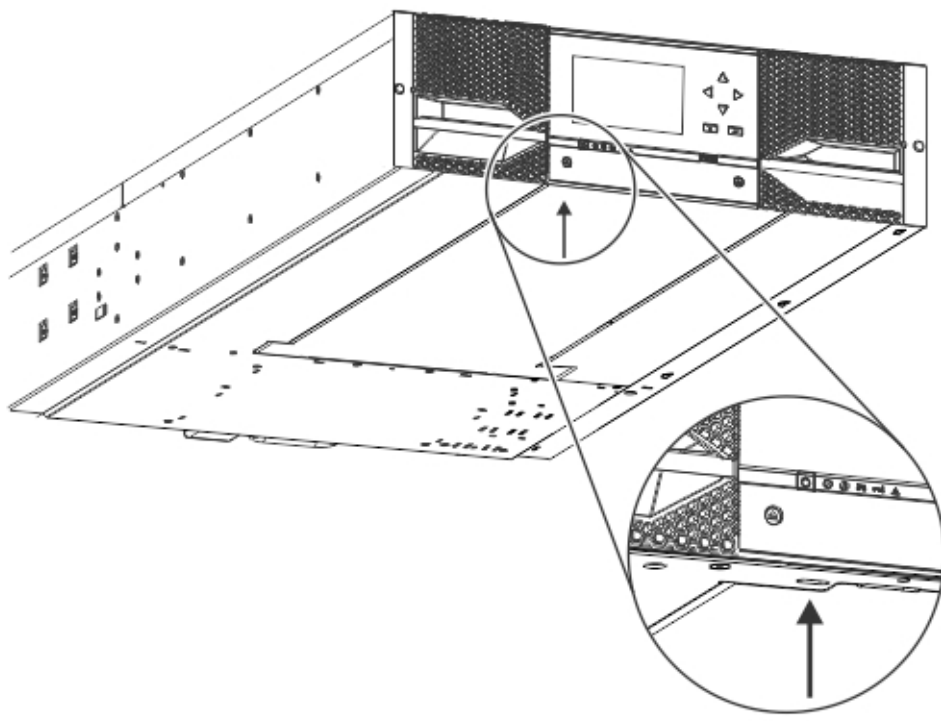

Figura 32. Desbloqueo del bloqueo por resorte
- c. Agarre la cubierta inferior con una mano. Inserte un destornillador de cabeza plana pequeño o un destornillador Torx en el orificio y deslícelo lateralmente hacia la izquierda 4 mm para desbloquear el bloqueo por resorte. Consulte Figura 32 en la página 44.